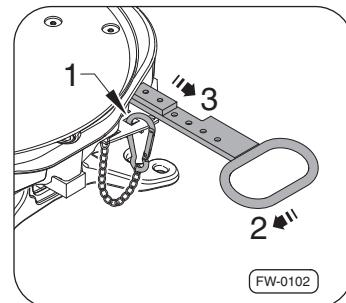

Fig. 7 · Décrocher les mousquetons
1. Décrocher les mousquetons ⇒ Fig. 7,